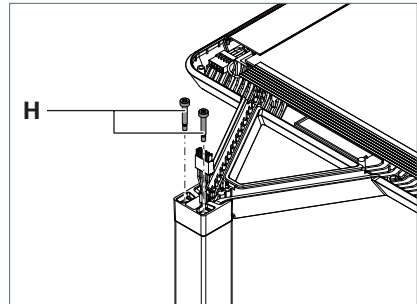

Fig. 4: Leuchtenkopf fixieren.
- Ziehen Sie die beiden Stellschrauben **H** an, bis die Schraubenköpfe bündig mit dem Adapter abschließen, siehe Fig. 4.